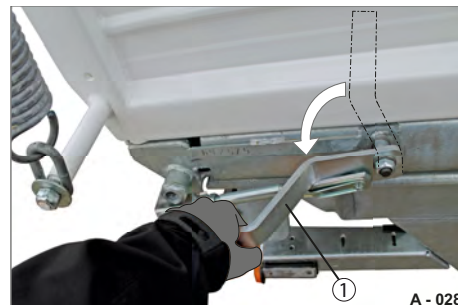

Abb. 30 Zentralverriegelung verriegeln
- ▶ Greifen Sie am Hebel (Abb. 30/1) und schwenken Sie diesen bis zum Anschlag zu.
- ▶ Prüfen Sie nach dem Verriegeln, dass alle Verriegelungs-Lappen (Abb. 30/1) mit dem Verriegelungs-Haken (Abb. 30/2) verriegelt sind.